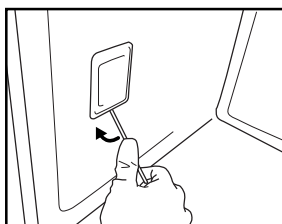

Fig.7
3. Använd en skruvmejsel för att bända lampskyddet utåt tills du kan ta loss det (fig. 7).